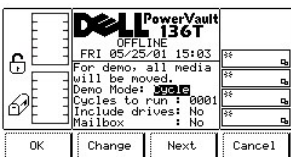
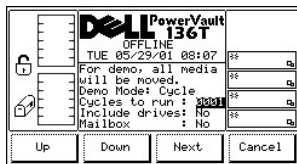

Figure 106. Service > Library > Exercise > Dialogue Demo Using Cycles
Figure 107. Service > Library > Exercice > Demo > Dialogue Cycles to run
Lorsque Demo est sélectionné, le dialogue Demo s'affiche. Reportez-vous à la Figure 106. Cette option exécute une routine de démonstration configurée par l'utilisateur.
- 1 Si la touche de fonction **Next** est enfoncée, le champ suivant de la liste devient le champ actif; reportez-vous à la Figure 107. Une fois la fin de la liste de champs atteinte, le premier champ de la liste redevient le champ actif; reportez-vous à la rubrique Figure 106.
Reportez-vous au tableau sous la Figure 106.